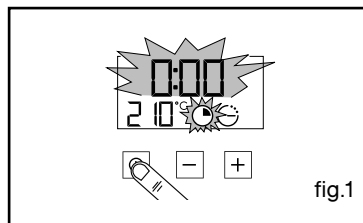

fig.1
- Choisissez le mode de cuisson souhaité et ajustez la température (fig.1).
L'affichage clignote à 0h00 pour indiquer que le réglage est alors possible (fig.1).
- Appuyez sur la touche "⌚" (fig.1) jusqu'à faire clignoter le symbole minuterie ⏳ → 0.00 et un petit sablier clignotant.